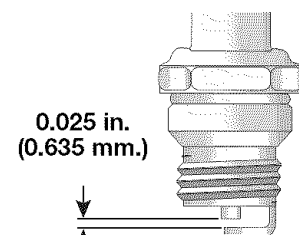

Fig. 26
4. Cambie las bujías que estén rajadas, sucias o deterioradas. Fije la separación de aire a 0,635 mm (0,025 pulgadas) utilizando un calibrador (Fig. 26).